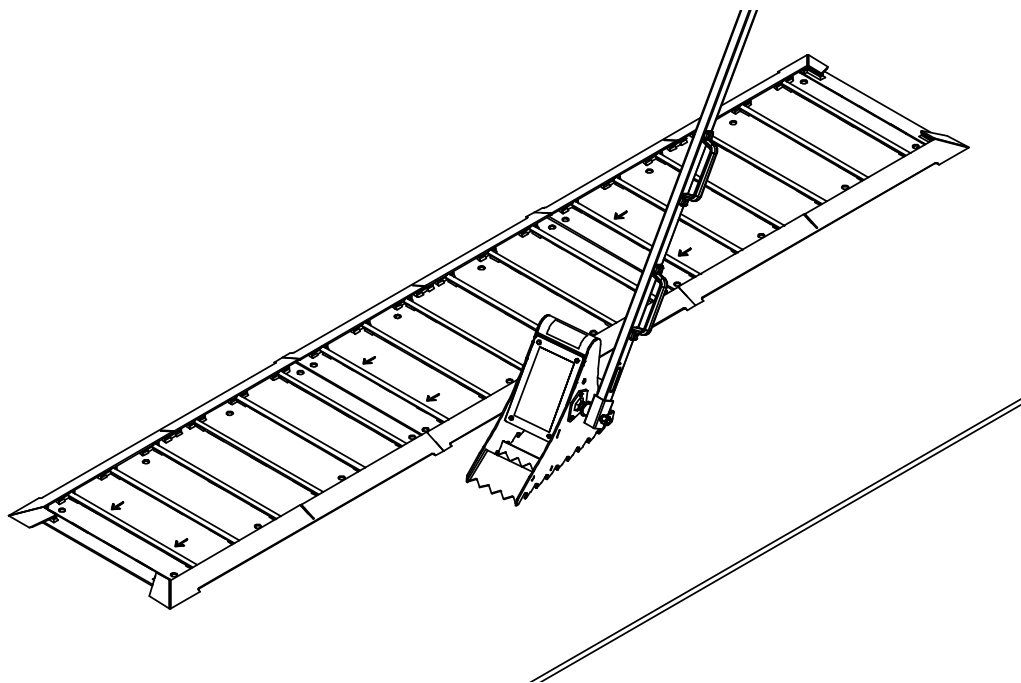

Figure 16
3. Tester la rétractation avec la cale sur la deuxième plaque de roulage. Vérifier que le bras se rétracte vers le mur en 5 secondes ou moins. Continuer d'ajuster la tension du ressort à l'aide du tendeur comme il se doit. Voir **figure 16** à la page 19.
4. Vérifier le retrait du bras à partir de la plaque de roulement la plus proche. Voir figure 16. Le bras doit se rétracter vers le mur en 5 secondes ou moins, sinon ajuster la tension du ressort à l'aide du tendeur.